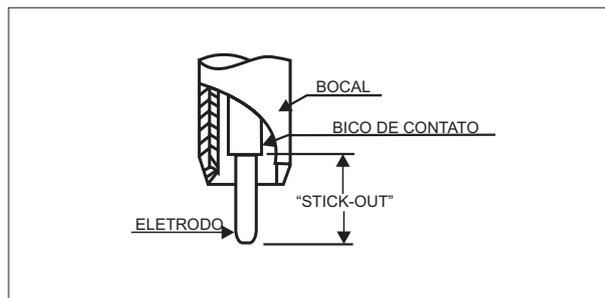

FIGURA 8 - O "Stick-out" elétrico.
- Deixe um "stick-out (Figura 8) de 20 a 25 mm;